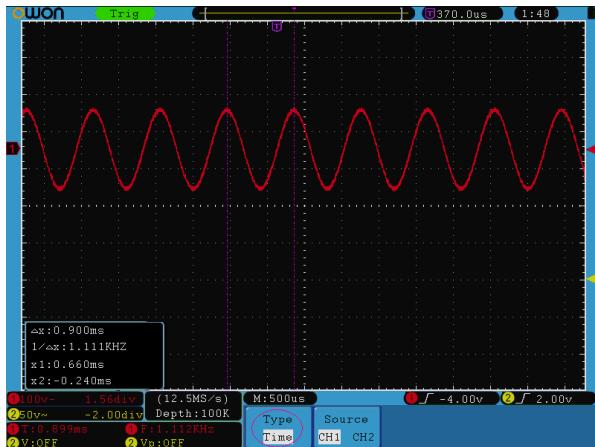

Рисунок 5.72. Вид осциллографа при курсорных измерениях временных интервалов
4. В соответствии с особенностями измеряемой осциллограммы выберите положения курсора 1 и курсора 2 вращением регуляторов **VERTICAL POSITION** канала CH1 и канала CH2. В окне в левом нижнем углу окна отображения осциллограммы показываются временной интервал между курсорами, обратную ему величину с размерностью частоты, и текущие значения положений обоих курсоров (см. рисунок 5.72).